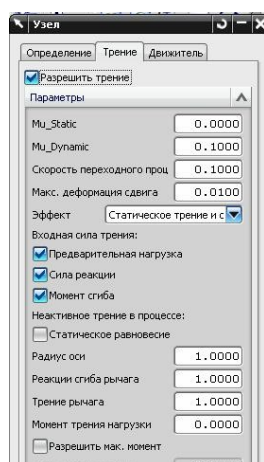

рис.44
•Содержимое этой закладки показано на рис.44. Естественно, здесь задаются характеристики трения. Для начала вы можете считать, что в вашем механизме трение полностью отсутствует. Подробнее об этом мы поговорим позднее.